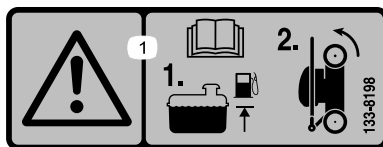

図 17
1. 機体を立てて格納する時には、タンク内の燃料の量が、このオペレーターズマニュアルに記載されている高さ未満とすることエンジンに貼り付けてあるエンジンメーカーのステッカーを参照 図 17。